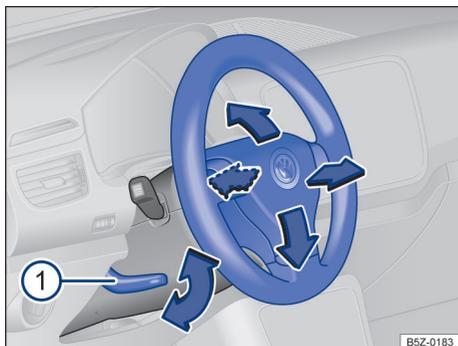

Fig. 63 Ajustar a posição do volante.
- Empurrar a alavanca para baixo → Fig. 63 ①.